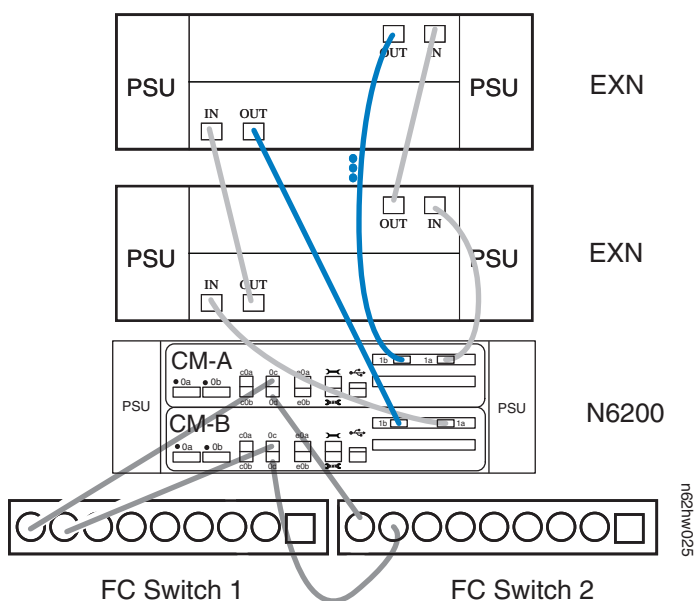

图 10. 将 N6200 系列系统扩展适配器用电缆连接到存储扩展单元
8. 如第 18 页的图 10 所示，将顶部控制器模块 (CM-A) 的双端口扩展适配器端口 1b 用电缆连接到最后一个存储扩展单元通道 B ESH4 或 AT-FCX OUT 端口。
9. 如第 18 页的图 10 所示，将底部控制器模块 (CM-B) 的双端口扩展适配器端口 1b 用电缆连接到最后一个存储扩展单元通道 A ESH4 或 AT-FCX OUT 端口。